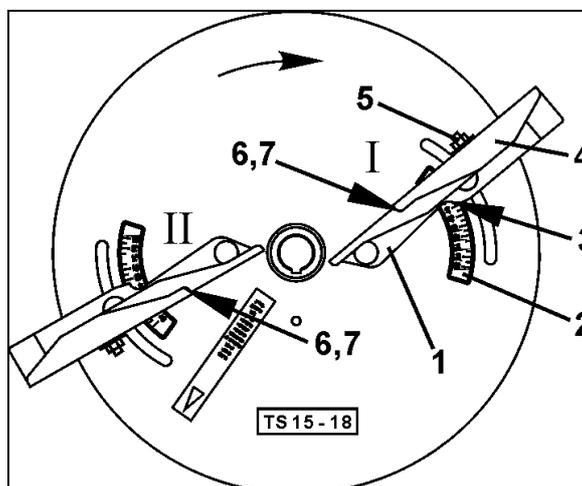

Fig. 66
1. Ablesekante (Fig. 66/7) der Schaufel "I" auf Buchstabenwert "B" einstellen und Schaufelaußenteil befestigen. Schaufel "I" auf Zahlenwert "51" verschwenken und befestigen.
2. Ablesekante (Fig. 66/7) der Schaufel "II" auf Buchstabenwert "E" einstellen und Schaufelaußenteil befestigen. Schaufel "II" auf Zahlenwert "42" verschwenken und befestigen.